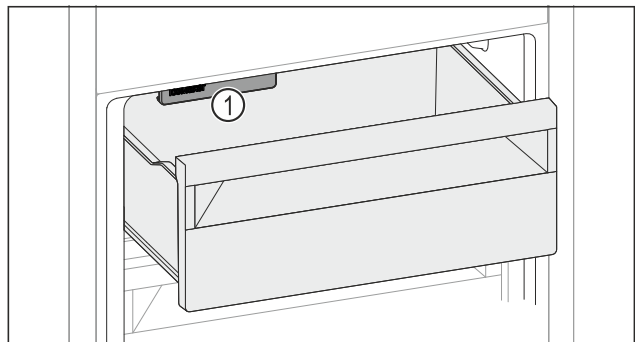

Fig. 101
- ▶ Внимавайте за IceMaker Fig. 101 (1).